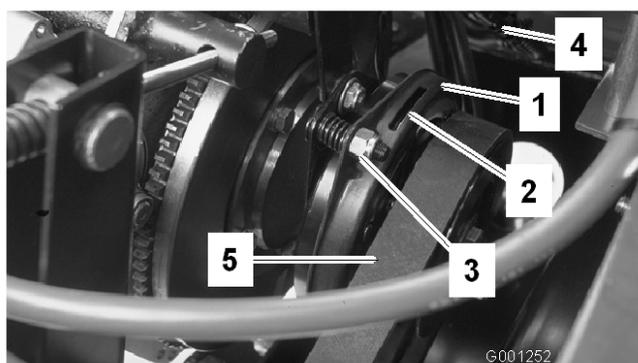

Figura 64
3. Staccate il connettore elettrico della frizione (Figura 64).
4. Regolate il traferro in modo da inserire, forzandolo leggermente, uno spessore di 0,4 mm tra il rivestimento interno della frizione e la piastra della frizione (Figura 64). Per ridurre il traferro girate il dado di regolazione in senso orario (Figura 64). Il massimo traferro di servizio è di 0,8 mm.